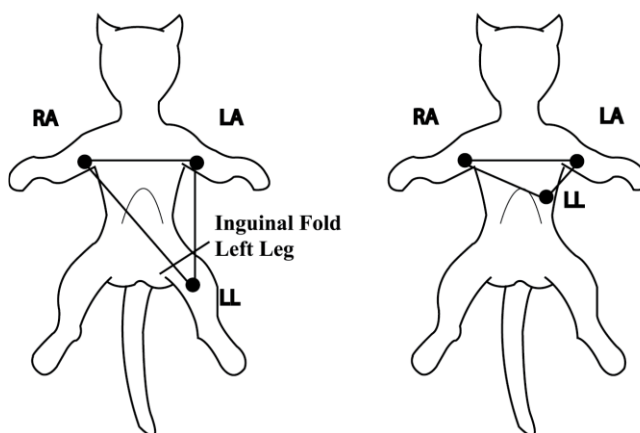

Figure 21. Positionnement standard de 3 électrodes
1. Sélectionner les électrodes à utiliser. Utiliser un seul type d'électrode sur le même patient afin d'éviter les variations de la résistance électrique. Préparer les sites des électrodes en respectant les instructions d'utilisation des électrodes du fabricant. Voir les figures 21 et 22 pour les configurations de positionnement des électrodes.